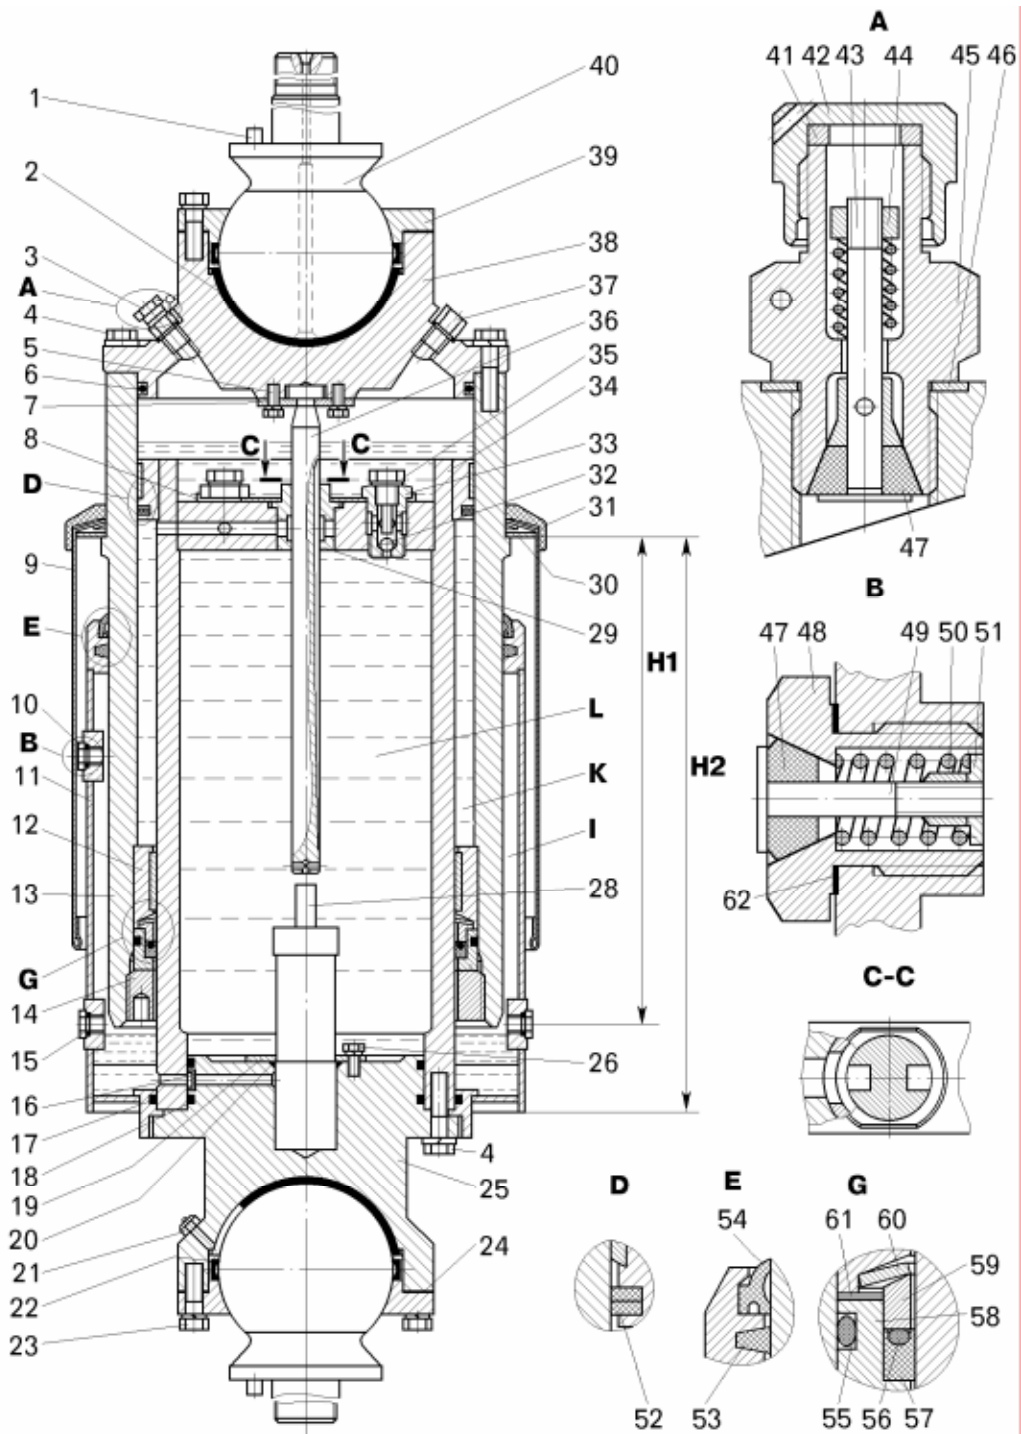

Рисунок 8.1.3 – Пневмогидравлический цилиндр подвески:
**Цилиндр подвески** (рисунок 8.1.3) представляет собой пневматическую рессору поршневого типа в комбинации с гидравлическим амортизатором. Рабочим элементом в цилиндре является технический газообразный азот. В качестве рабочей жидкости в цилиндре подвески применяется жидкость амортизаторная ЛУКОЙЛ - АЖ.
Для контроля размеров установить разгруженный самосвал на ровной горизонтальной площадке. Передний цилиндр подвески считается нормально заряженным, если центр контрольной пробки 15 (смотри рисунок 8.1.3) находится против зоны допустимого разброса размера цилиндра.
Насос цилиндра 28 (смотри рисунок 8.1.3) обеспечивает поддержание уровня рабочей жидкости при утечках ее из полости L до определенной величины.
Перед разборкой снять с цилиндра уплотнитель 31 (смотри рисунок 8.1.3), защитный чехол 31 и кольцо 30.